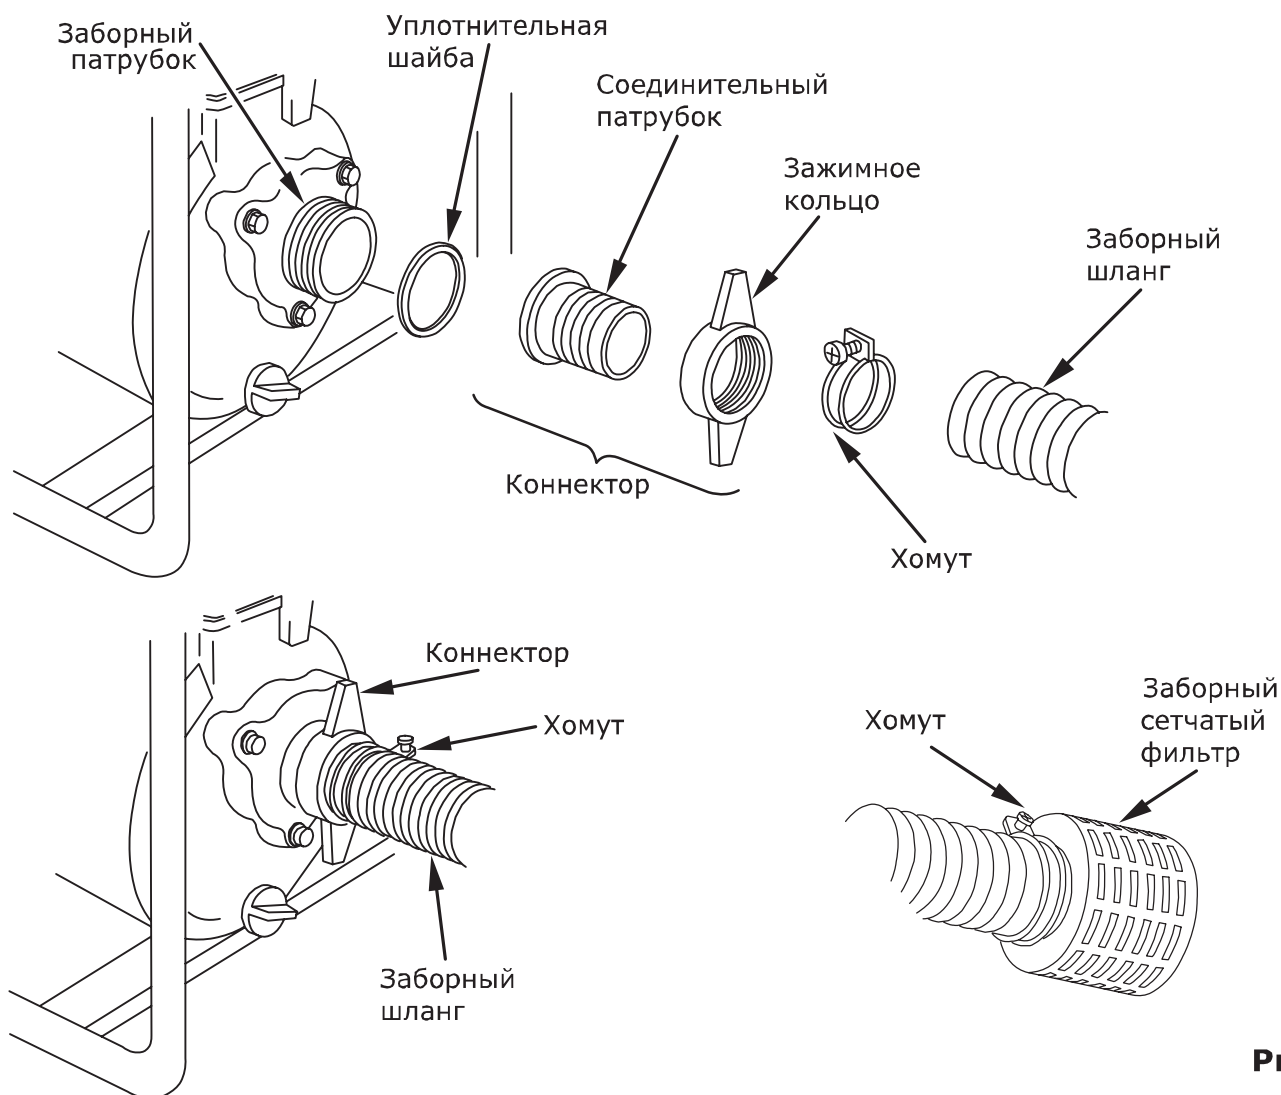

Рис.7
- подсоедините заборный сетчатый фильтр к заборному шлангу при помощи хомута (рис. 7).